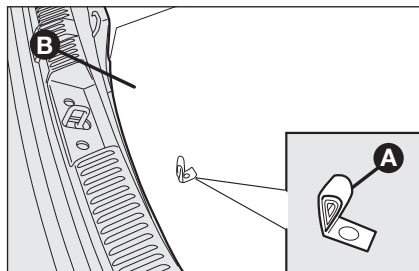

fig. 2
- ☐ apague el motor y accione el freno de mano; acople la primera marcha o la marcha atrás; con la manilla **A-fig. 2** extraiga el preformado de revestimiento duro **B**;